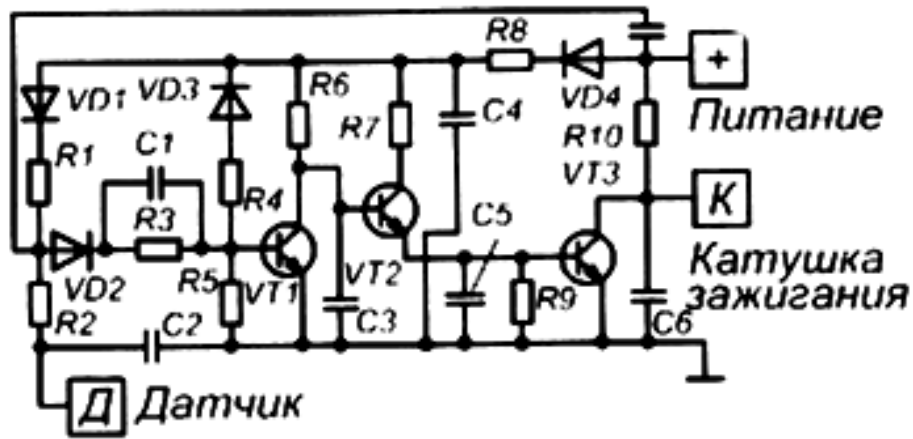

Рисунок 4.9 – Электрическая схема коммутатора 13.3734
9. По электрической схеме (рисунок 4.9) опишите принцип действия транзисторного коммутатора для бесконтактных систем зажигания, работающего совместно с бесконтактным магнитоэлектрическим датчиком.